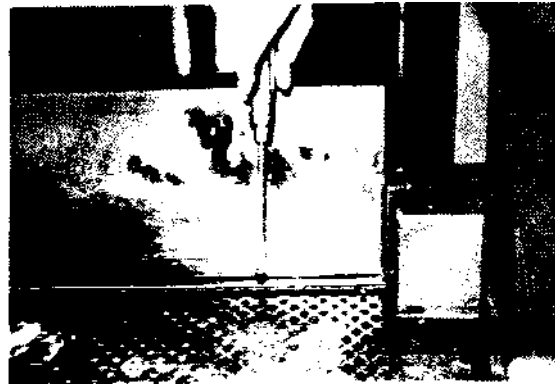

Bild 4-201
1. Getriebetunnel abbauen. (Bild 4-201)